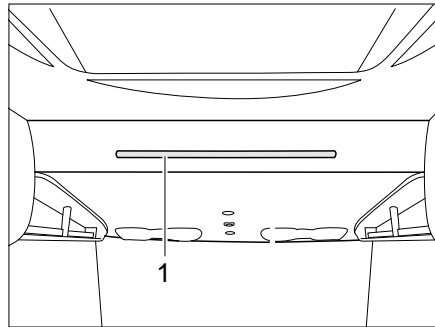

Bild 154 Hubbett manuell
- Das Hubbett mit beiden Händen an der Griffstange (Bild 154,1) nach unten ziehen.
- Die Aufstiegsleiter mit den beiden Bügeln in die Griffstange (Bild 154,1) am Hubbett einhängen.